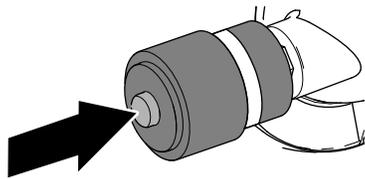

Bild 80
1. Wenn ein roter Streifen in der Wartungsanzeige des Luftfilters sichtbar ist, drücken Sie die Rücksetztaste am Ende der Anzeige (Bild 80).